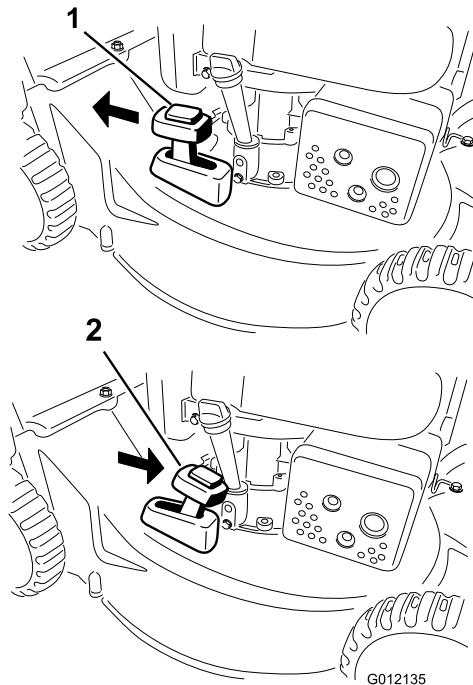

Figure 15
2. Appuyez sur le bouton en haut du levier de recyclage/ramassage et placez le levier à la position **recyclage** (modèle 20836 uniquement) (Figure 15).
2. Pour ramasser l'herbe coupée, montez le bac à herbe (voir Montage du bac à herbe). Appuyez sur le bouton en haut du levier de recyclage/ramassage et placez le levier à la position **ramassage** (modèle 20836 uniquement) (Figure 15).
Remarque: Le levier de recyclage/ramassage doit être à la position **mode ramassage** (Figure 15).